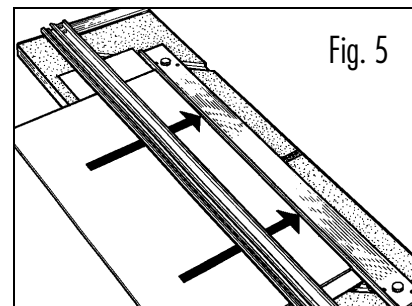

Fig. 5
- 5 Posizionare la taglierina a 45° sul binario della guida del taglio e fare in modo che la linea di riferimento di colore argento coincida con la linea tracciata a matita (Fig. 5)